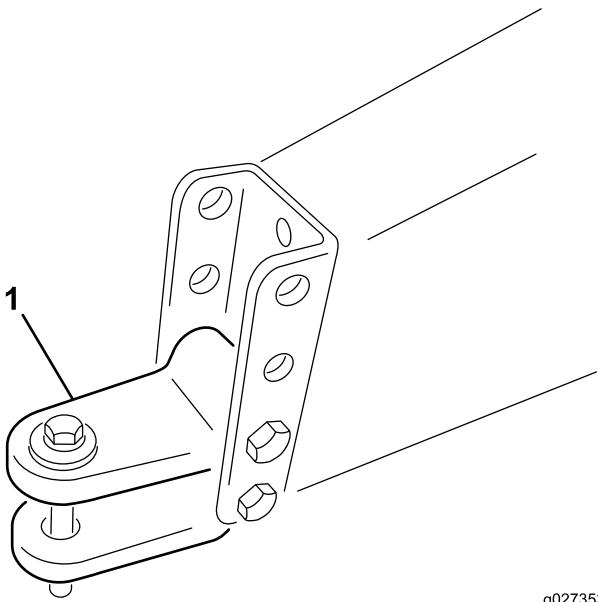

Figura 3
- Retire los pernos y las contratuerzas que sujetan la horquilla de enganche (Figura 3) al bastidor de la máquina.